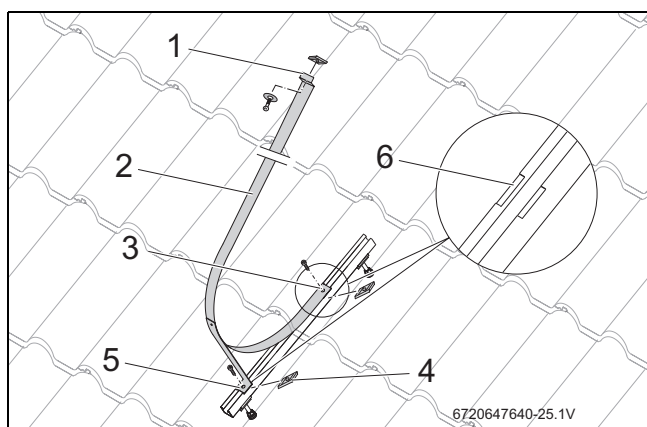

Fig. 52 Fijar la abrazadera del acumulador
- ▶ Introducir el tornillo en el extremo delantero de la abrazadera del acumulador (Fig. 52, [3]) y enroscar la tuerca corredera [4], hasta que se note una ligera resistencia.
- ▶ Introducir el tornillo en la escuadra de apoyo de la abrazadera del acumulador (Fig. 52, [5]) y enroscar la tuerca corredera hasta que se note una ligera resistencia.
- ▶ Colocar el extremo delantero de la abrazadera del acumulador en la muesca de apoyo (Fig. 52, [6]) y apretar el tornillo.
- ▶ Colocar la escuadra de apoyo de la abrazadera del acumulador (Fig. 52, [5]) en la segunda muesca de apoyo y apretar el tornillo.
- ▶ Colocar en el extremo trasero de la abrazadera del acumulador (Fig. 52, [1]) el tornillo, la arandela y la tuerca corredera. ¡No atornillar este extremo todavía!